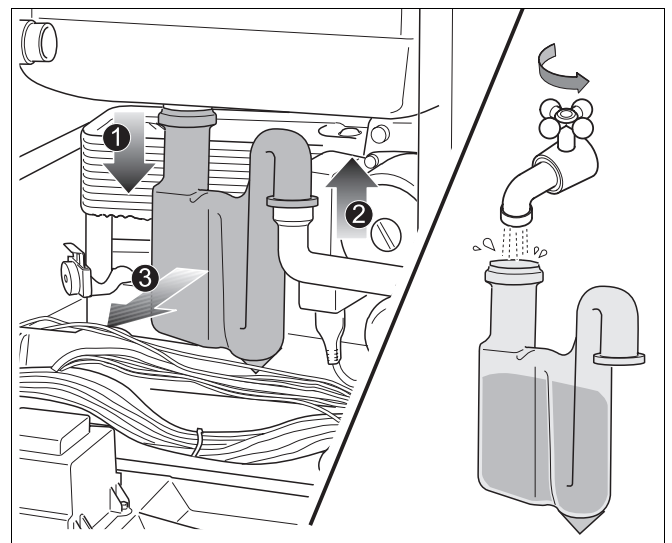

fig. 35 Sifon uitnemen en vullen
- Vul het sifon met water door het sifon uit het cv-toestel te nemen (→ fig. 35).